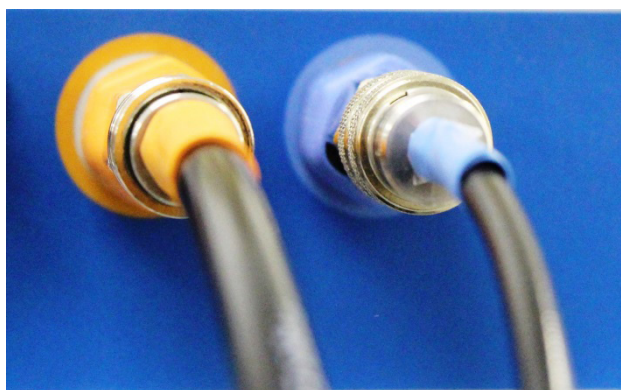

Figura 13: Conectoare pneumatice cu cod de culoare
3. Introduceți conexiunile corespunzătoare în conectorii pneumatice, conform indicațiilor din Figura 13 de mai jos. Inelul glisant va trebui să fie împins manual pe conectorul portocaliu.